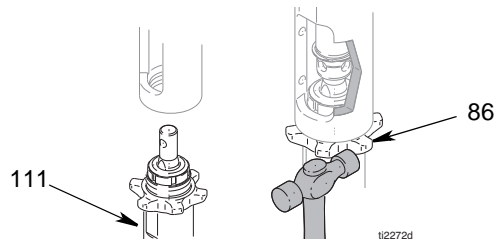

FIG. 10
1. (Abb. 10) Sicherungsmutter (86) bis zum Ende des Pumpengewindes (111) eindrehen. Pumpe (111) vollständig in den Verteiler eindrehen. Pumpe (111) soweit vom Verteiler herausschrauben, bis die Auslassöffnung der Pumpe am Schlauch ausgerichtet ist. Sicherungsmutter (86) von Hand festziehen, dann 1/8 bis 1/4 Drehung mit einem Hammer festklopfen oder mit 101 Nm festziehen.